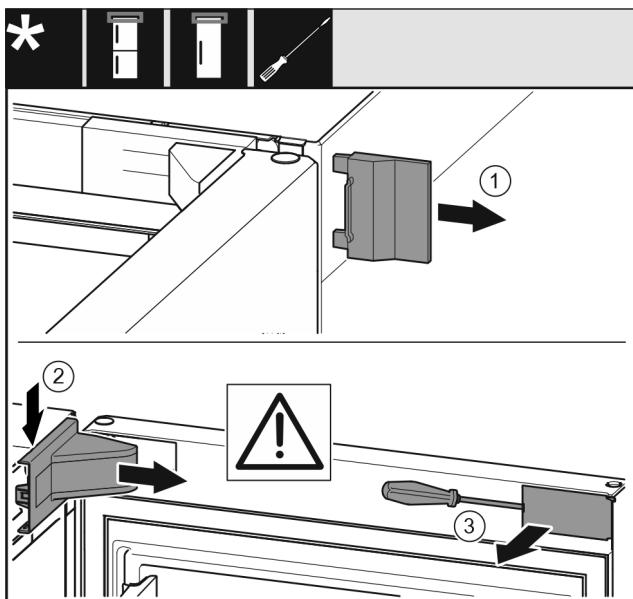

Fig. 5
- ▶ Свалете външния капак. Fig. 5 (1)
- ▶ Освободете и развойте капака на лагерната стойка. Свалете капака на лагерната стойка. Fig. 5 (2)
- ▶ Освободете капачката с плоска отвертка и я завъртете настрани. Fig. 5 (3)